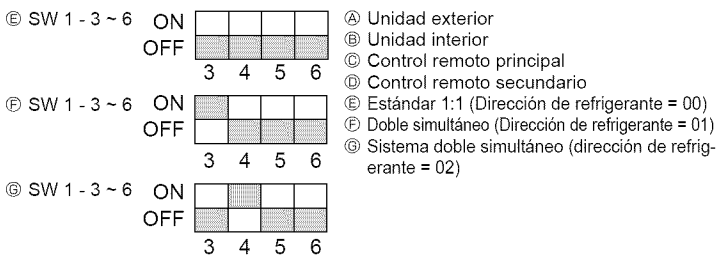

Fig. 9-1
- ① Fuente de alimentación (disyuntor).
- ② Después de cerrar la válvula de gas, sitúe el interruptor SWP del cuadro de control de la unidad exterior en posición ON. El compresor (unidad exterior) y los ventiladores (unidad interior y exterior) se ponen en marcha y empieza el proceso de recuperación del refrigerante. Los indicadores LED1 y LED2 del cuadro de control de la unidad exterior están encendidos.
- ③ Dado que la unidad se para automáticamente al cabo de dos o tres minutos después de terminar el proceso de recuperación del refrigerante (LED1 y LED2 están encendidos), asegúrese de cerrar rápidamente la válvula de parada de gas. Cuando los indicadores LED1 y LED2 estén encendidos y la unidad exterior esté parada, abra completamente la válvula de parada de líquido y repita el paso ② al cabo de tres minutos.
- ④ Corte la corriente (disyuntor).
9. System control (Fig. 9-1)